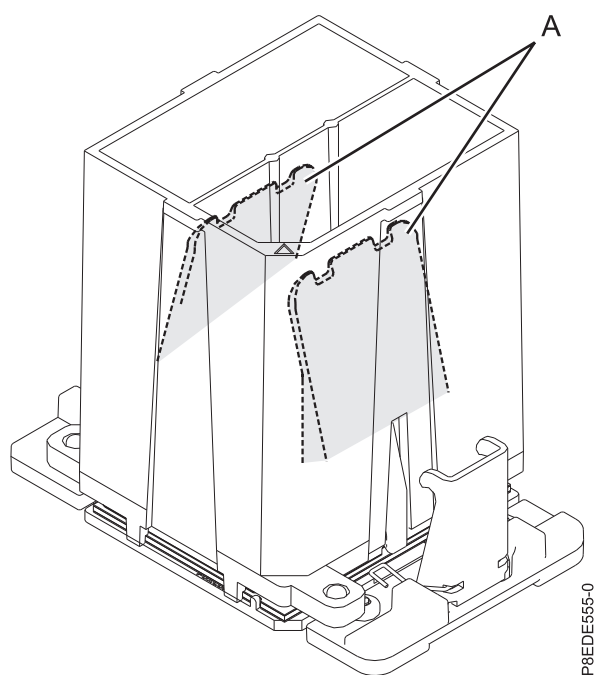

Figura 38. Removendo a ferramenta do módulo de processador do sistema
- c. Depois que os orifícios e os pinos guia da ferramenta e do módulo de processador do sistema estiverem alinhados corretamente, aperte e segure as duas guias de liberação azuis (**A**) juntas até que uma parada firme seja obtida, conforme mostrado na Figura 38 na página 38. Em seguida, erga a ferramenta para fora do módulo de processador do sistema.